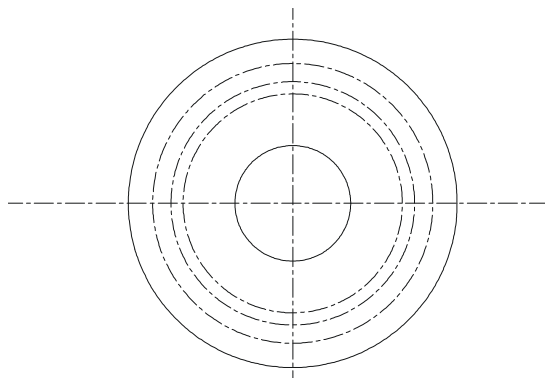

图 3-3-9
(5) 在“实线”层上使用 CIRCLE 命令绘制端盖的外轮廓,如图 3-3-9 所示。其具体操作如下: